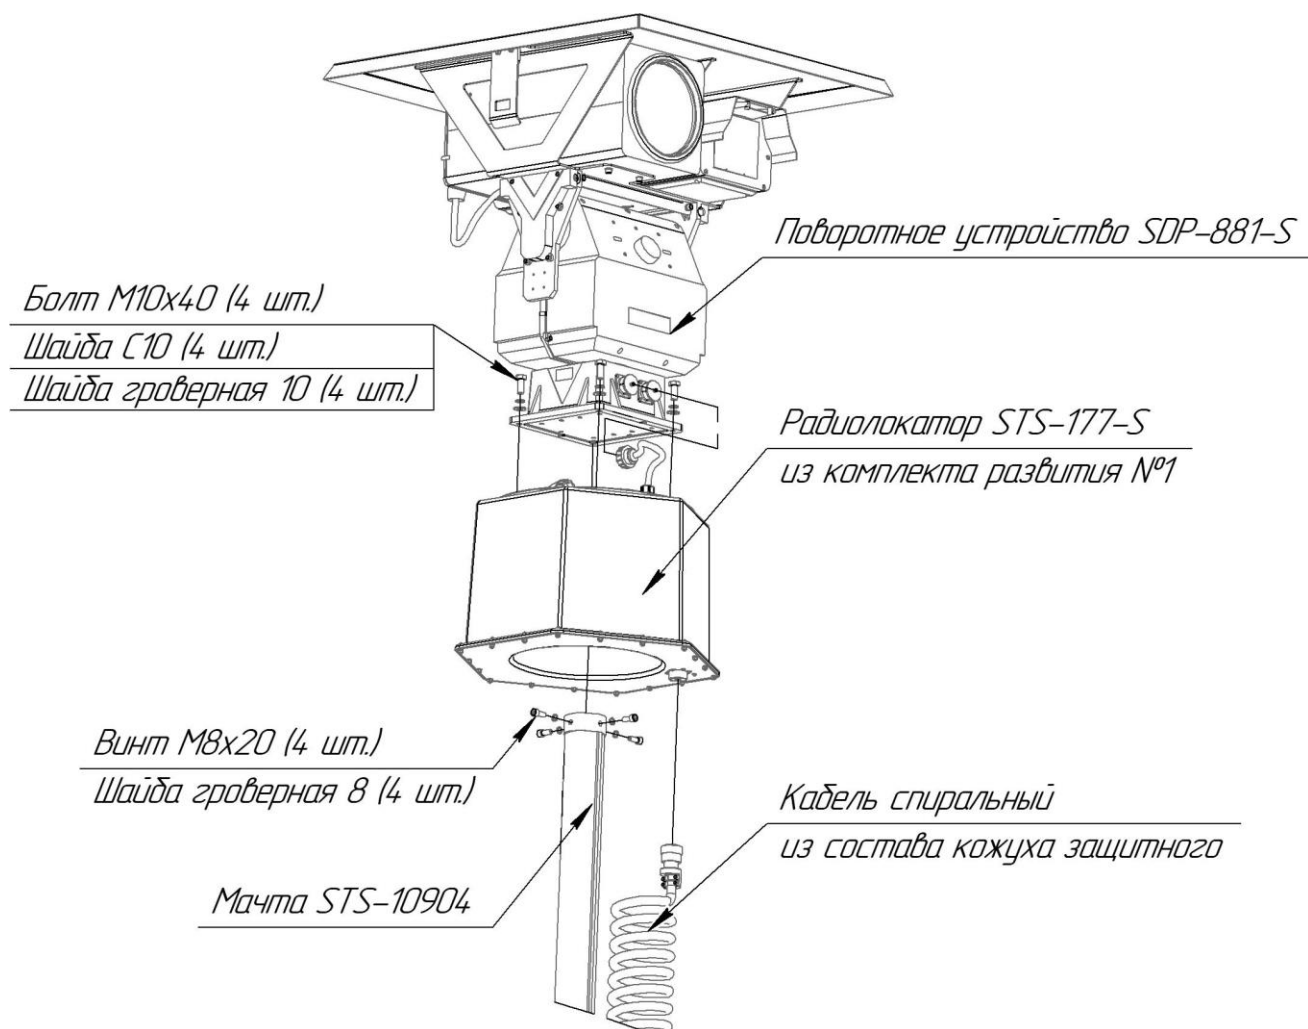

Рисунок 2.4
**Шаг 2. Установить радиолокатор STS-177-S, рисунок 2.4**